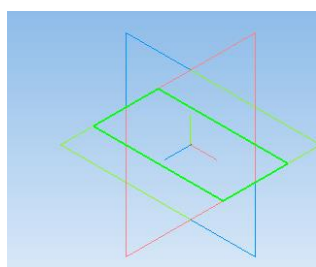

Рисунок 13.5 – Выход из режима «Эскиз»
6. Нажмите Стоп и выйдите из режима Эскиз (рисунок 13.5).